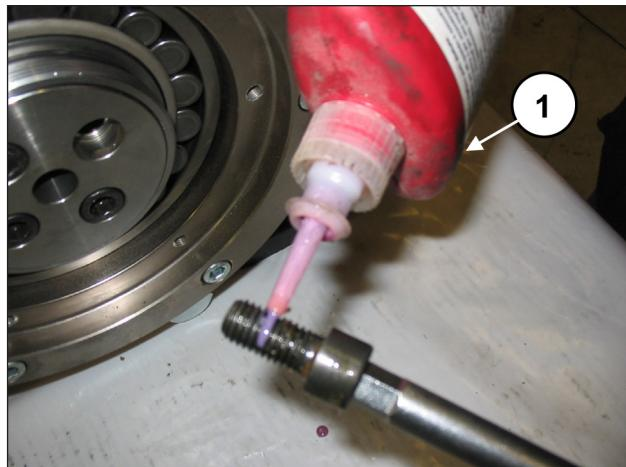

Fig. 87
**Aplique o LOCTITE 243 nas roscas dos parafusos M12x25 (pos. ①, Fig. 87).**